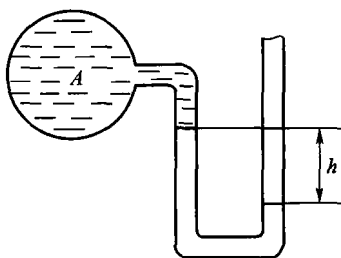

图 1.7
2. 如图 1.7 所示，容器 A 中充有气体，已知 U 形管右边通大气，管内汞柱高度差 $h = 0.3 \text{ m}$ ，求容器 A 内的绝对压力及真空度。计算时取 1 标准大气压力 $= 0.1 \text{ MPa}$ 。(0.06 MPa, 0.04 MPa)